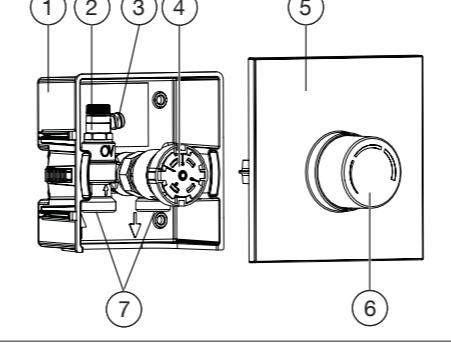

Fig. 2: Configuration de l'Unibox RTL
Avant de monter la tête thermostatique de remplacement RTL, vous devez démonter la tête thermostatique RTL existante (voir Fig. 2 (4)). Pour cela, procéder comme suit :